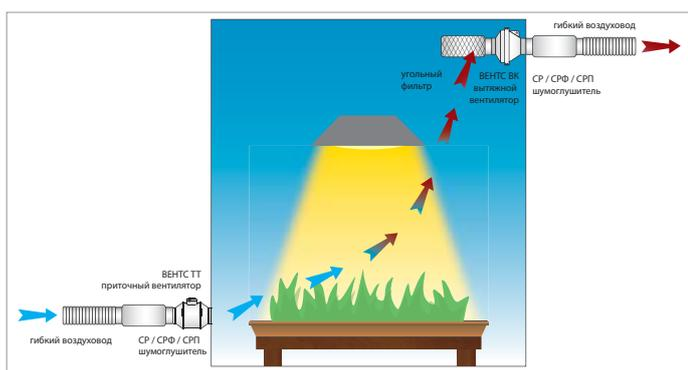

Рис. 15. Использование шумоглушителя (серия СР, СРФ или СРП) и звукоизолированных воздуховодов (серия Изовент).
3. Если важным сдерживающим фактором является шум, рассмотрите возможность использования гибких звукопоглощающих воздуховодов круглого сечения (серия изолированных гибких воздуховодов серии Изовент). Они позволяют снизить уровень шума от вентилятора примерно на треть. Рекомендуются участки воздуховодов длиной минимум 1 м с обеих сторон вентилятора. В борьбе с шумом также могут помочь шумоглушители – жёсткие (серия ВЕНТС СР) или гибкие (серия ВЕНТС СРФ или ВЕНТС СРП) (Рис. 15). Как и в предыдущем случае, максимальный эффект достигается при использовании шумоглушителей с обеих сторон вентилятора, а падение уровня шума может достигать одной трети от исходного.